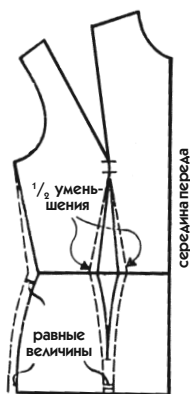

Рис. 85
1. Переведите переднюю часть базового лекала, наметив пунктирной линией вытачку от талии и линию бокового среза (см. рис. 85).
2. Уменьшите распах вытачки по линии талии на величину, отмеченную пунктирной линией на линии бедер, распределяя эту величину поровну внутри вытачки по линии талии (см. изогнутые стрелки на рис. 85).
3. Начертите на лифе новую вытачку сплошными прямыми линиями (рис. 85). На юбочной части проведите сплошные вогнутые линии, параллельные первоначальным пунктирным линиям.